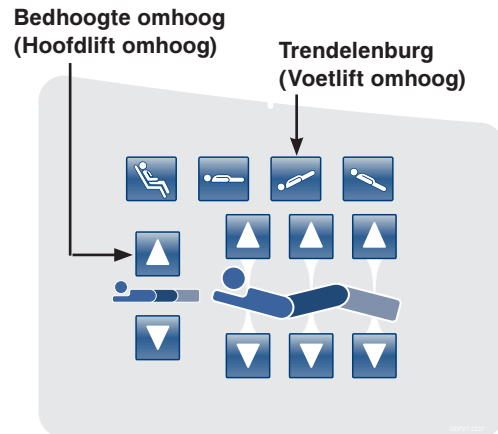

Afbeelding 9: Bed Calibration - Step 2 (Het bed ijken – stap 2)
7. Wanneer stap 1 van de ijkprocedure afgerond is, begint stap 2 van de ijkprocedure en wordt afbeelding 9 (zie hieronder) weergegeven.